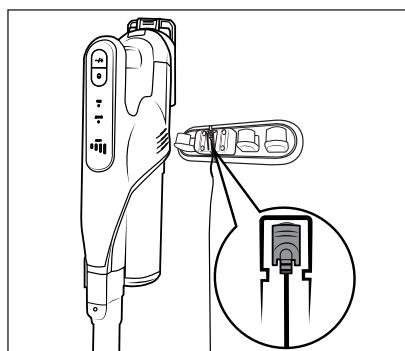

Fig. 6
- ◆ Coloque la aspiradora en el soporte mural 17 desde arriba de forma que el conector coaxial 10 se introduzca en la conexión de carga 2 de la parte inferior del aparato. Tras esto, el indicador de la batería 26 comienza a parpadear y se inicia el proceso de carga (consulte la fig. 6 y la 7).